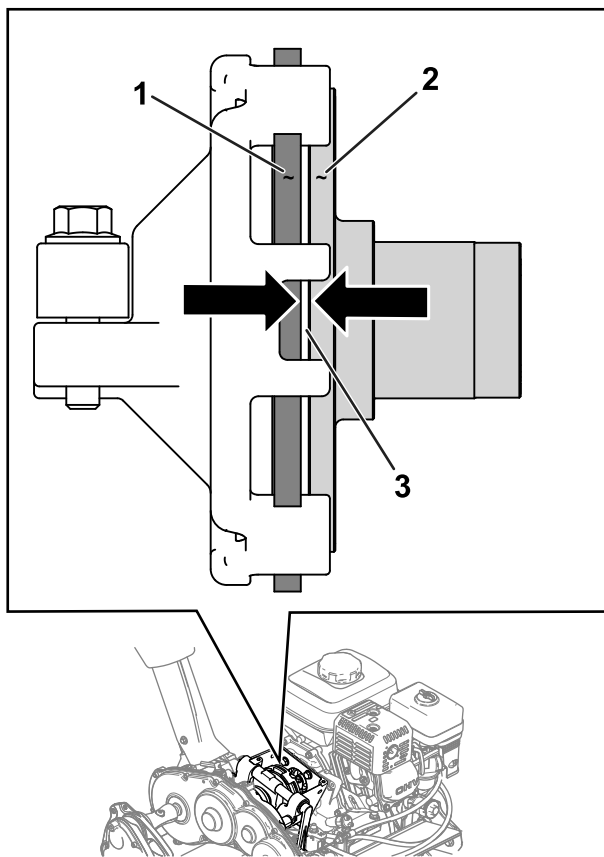

Figura 31
2. Allentate i controdadi e regolate il cavo della trazione in modo da ottenere una distanza di 1,1 mm tra il disco della frizione e la piastra di pressione (Figura 30 e Figura 31).